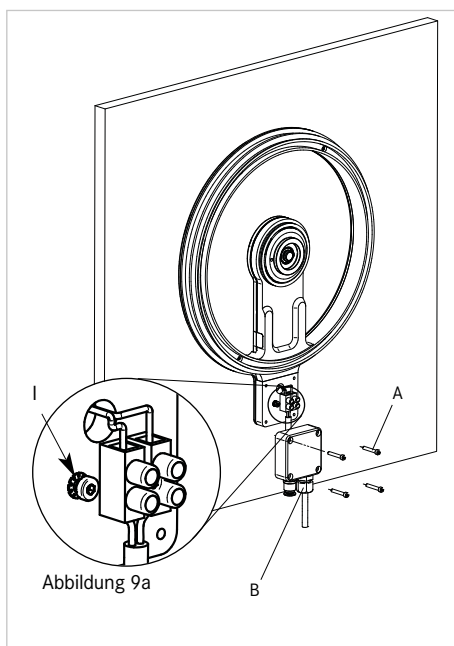

Abbildung 9: Befestigung Kabelabdeckung
Befestigen Sie den Deckel mit den enthaltenen Schrauben (A) M3x20 (Abb. 9).